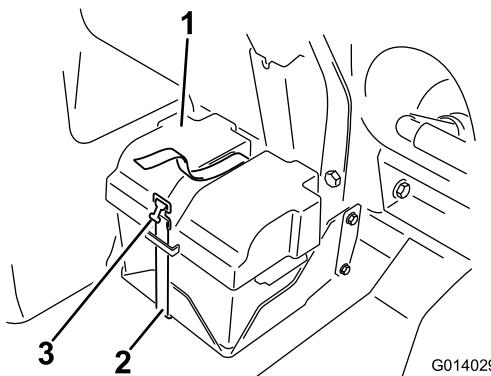

Figura 82
2. Retire a cobertura da bateria e desligue o cabo negativo (preto) do borne da bateria (Figura 82).
4. Coloque a tampa da bateria e fixe-a com a cinta que retirou anteriormente (Figura 82).